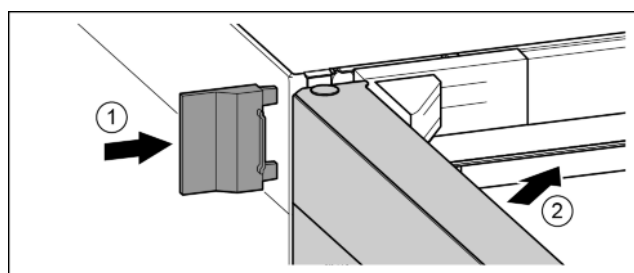

Fig. 17
- ▶ Wsunąć zewnętrzną osłonę. Fig. 17 (1)
- ▶ Zamknąć górne drzwi. Fig. 17 (2)